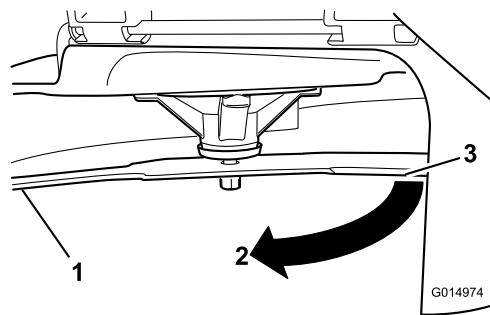

Figura 52
- 3. Distancia medida entre la cuchilla y la superficie (A)
- 4. Gire la misma cuchilla 180 grados de manera que el otro extremo esté en la misma posición (Figura 52).